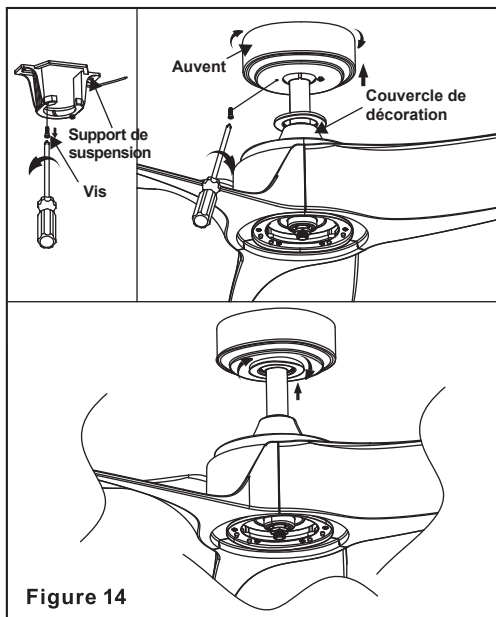

Figure 14
Étape 2. Faites glisser l'auvent jusqu'au support de montage et placez le trou de serrure de l'auvent sur la vis du support de montage, tournez l'auvent jusqu'à ce qu'il se verrouille en place au niveau de la section étroite des trous de serrure. (Fig. 14)